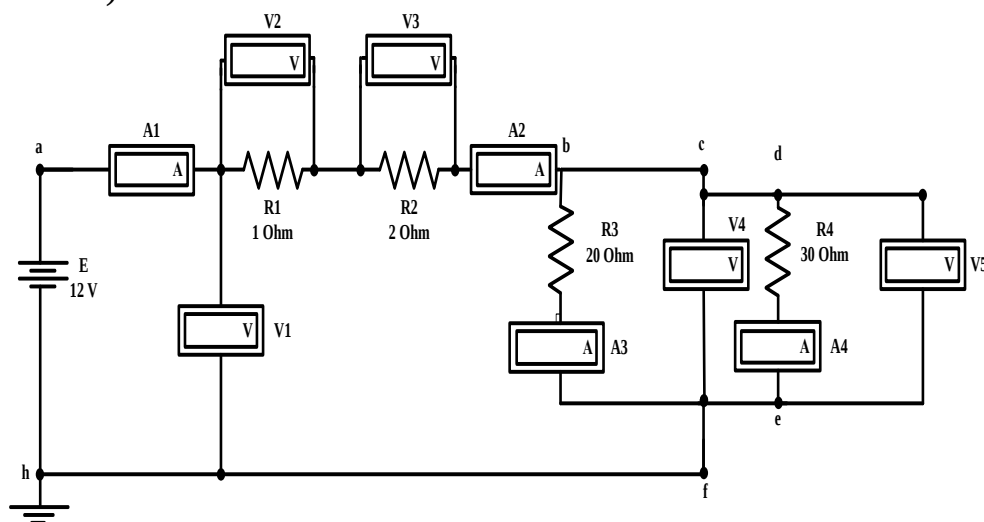

Рисунок 3.1
9.1. Порядок моделирования схемы в программе. Смоделируйте схему (См. Рис. 3.1)